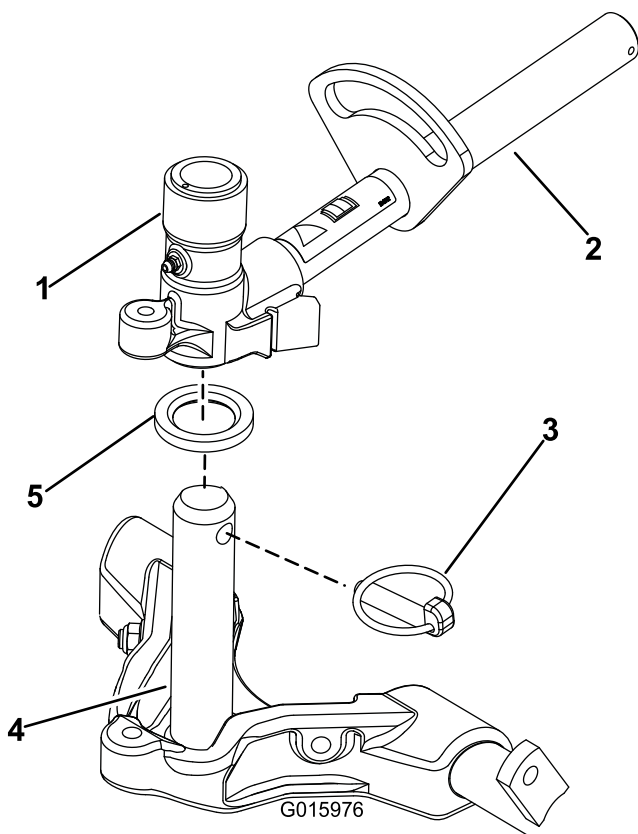

Figura 14
8. Revista o veio da estrutura de suporte com lubrificante novo (Figura 14).
- B. Insira a forquilha do braço de elevação no veio da estrutura de suporte (Figura 14).
9. Nas unidades de corte dianteiras, faça deslizar uma unidade de corte sob o braço de elevação enquanto insere o veio da estrutura de suporte para cima para dentro da forquilha de articulação do braço de elevação (Figura 14). Certifique-se de que a anilha de encosto está no sítio no veio da estrutura de suporte.
10. Prenda o veio da estrutura de suporte à forquilha do braço de elevação com o pino de encaixe Figura 14.